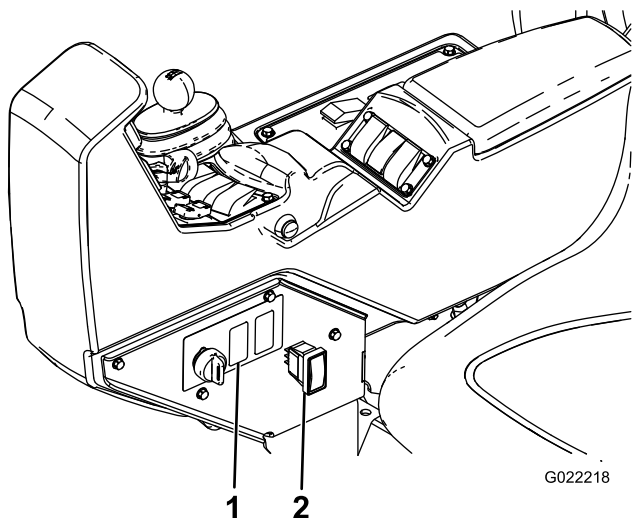

図 14
1. スプレーヤのコンソール側面で、すすぎタンク用スイッチのプラグ（打ち抜き部）を探し出す（図 14）。
4. ボックス型コネクタにスイッチを取り付ける（図 14）。